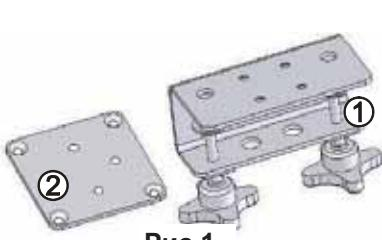

Рис.1
1. Для установки светильника предусмотрены струбцина (1) или пластина (2), которая крепится к столешнице саморезами, рис.1.